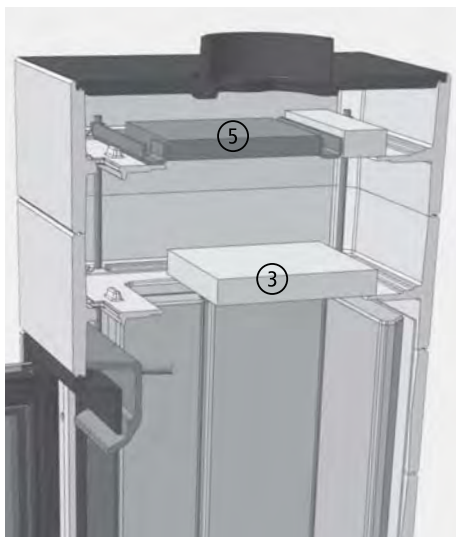
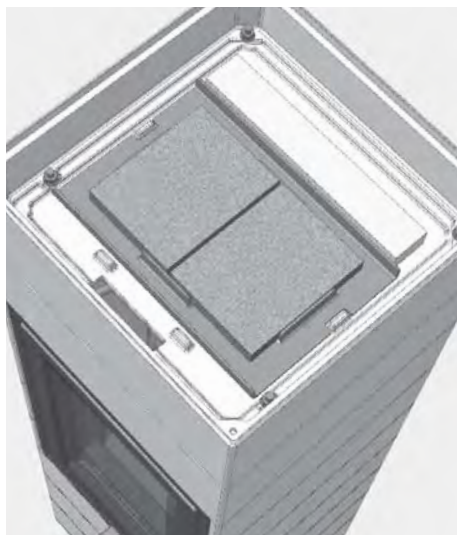

Fig. 3.3 Position des plaques du catalyseur sur le CORNA tec, illustration en coupe
Fig. 3.4 Position des plaques du catalyseur sur le CORNA tec, vue de dessus sur la plaque de recouvrement démontée
- les deux éléments du catalyseur sont posés côte à côte sur le cadre de fixation (voir Fig. 3.3 ou Fig. 3.4).